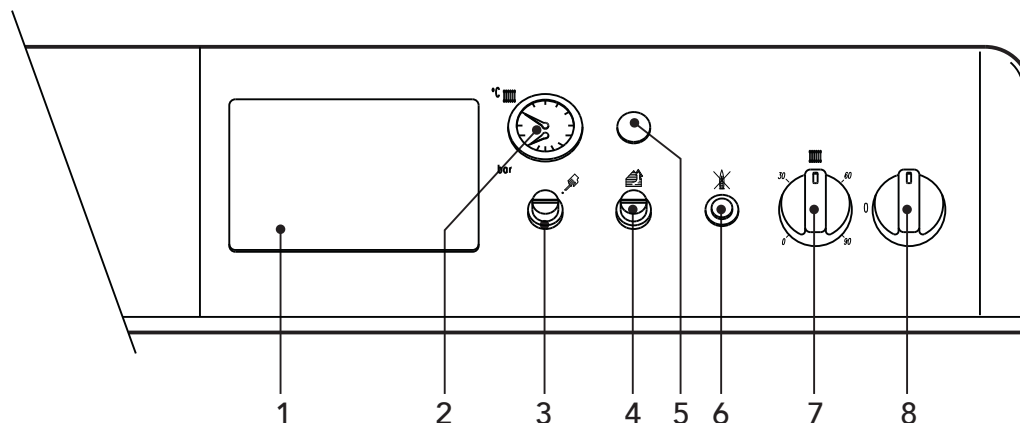

fig. 1
- Coloque o interruptor da caldeira "8" na posição 1 (fig. 1).
- Se a caldeira possuir uma unidade de controlo electrónica termostática, montada na posição 1 (fig. 1), o utilizador deverá também ter em conta as instruções fornecidas pelo fabricante da mesma.
Rodando o botão 7 (fig. 1) para a direita, a temperatura da água de aquecimento aumenta; para a esquerda diminui. A temperatura pode ser regulada entre um mínimo de 30° e um máximo de 90°. No entanto, é aconselhável não utilizar a caldeira a uma temperatura inferior a 45 °C.
Programe com o termóstato ambiente à temperatura desejada para cada compartimento. Através do comando do termóstato ambiente, a caldeira liga-se e aquece a água à temperatura predefinida pelo termóstato de regulação da caldeira 7 (fig. 1). Quando a temperatura desejada no interior dos compartimentos é atingida, o gerador desliga-se.
A pressão de enchimento, com o circuito frio, lida no hidrómetro da caldeira (peça 2 fig.1) deve ser de cerca de 1,0 bar. Se, durante o funcionamento, a pressão do circuito descer (devido à evaporação dos gases dissolvidos na água) a valores inferiores ao mínimo indicado, abra a torneira de enchimento e restabeleça o valor inicial. No final da operação, volte a fechar a torneira de enchimento.